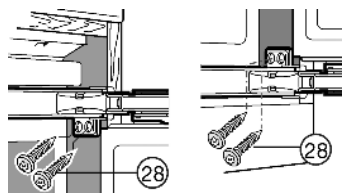

Fig. 17
- ▶ На обеих дверцах прикрутите винтами для стружечной плиты *Fig. 17 (28)* вверху и внизу через серьги шарнира.